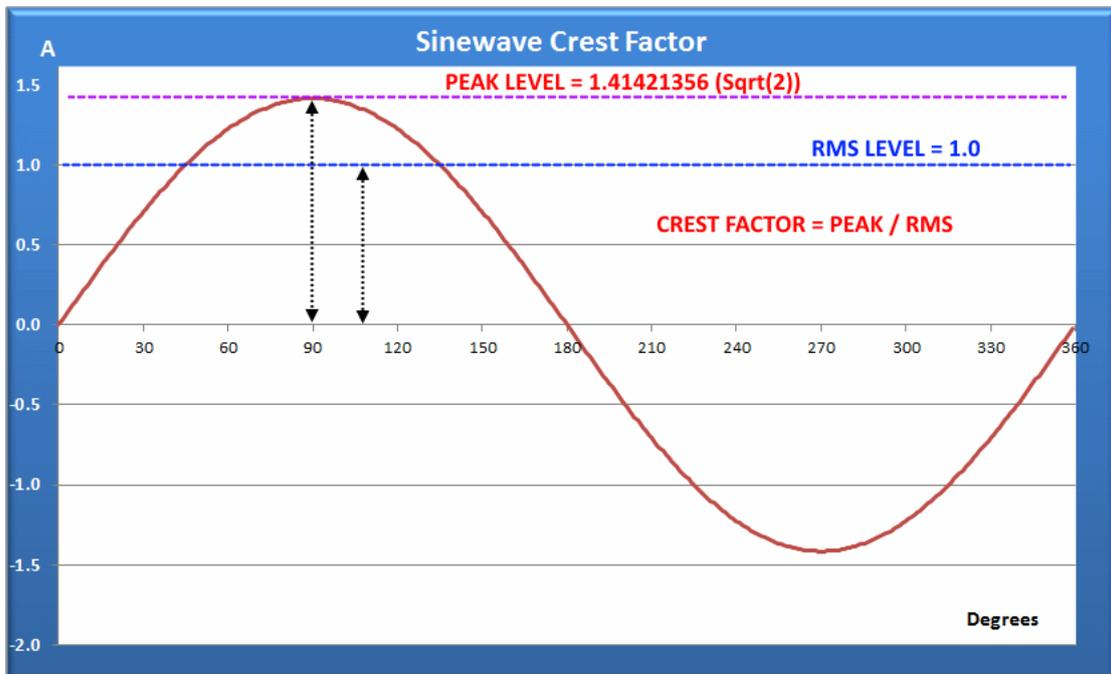

图 3、正弦波的峰值因数 CF
峰值电流适用于所有交流电流，无论是浪涌电流还是稳态电流。交流电流波形具有表示电流有效或直流等效电压的 RMS 值，但当电流在每个周期内达到它最大和最小值时，它也有峰值：正峰值和负峰值。RMS 值和峰值之间的绝对比值称为波峰因数 (CF)。对于遇到电阻负载的正弦电流，波峰因数会是 $\sqrt{2}$ 或 ~ 1.414 至 1。该波峰因数或比率如图 3 所示。